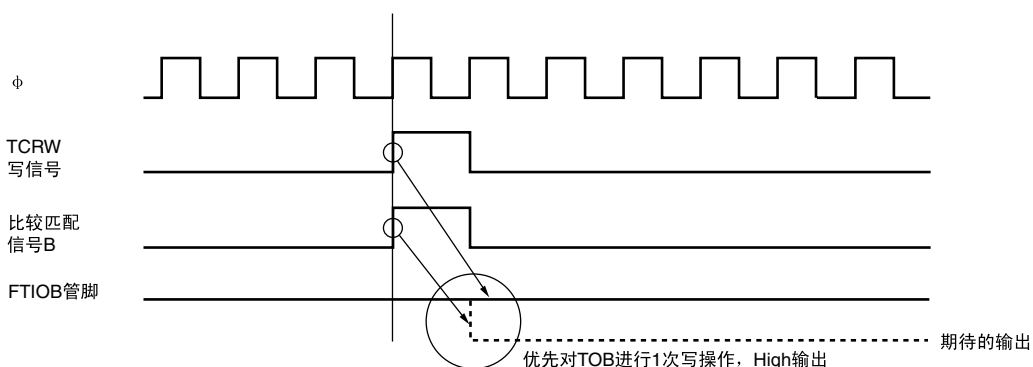

图 11.26 比较匹配和对 TCRW 的位操作指令发生竞争时的例子
5. TCRW的TOA~TOD位决定在最初发生比较匹配之前FTIO管脚的输出值。在发生一次比较匹配并通过比较匹配FTIOA~FTIOD输出发生变化时，FTIOA~FTIOD管脚的输出值和TOA~TOD位的读取值可能不一致。另外，在对TCRW的写操作和比较匹配A~D的发生出现竞争时，写操作优先，并且比较匹配的输出变化不被反映在FTIOA~FTIOD管脚。因此，如果使用位操作指令对TCRW进行写操作，FTIOA~FTIOD管脚的输出值就可能出现意外的结果。如果在比较匹配运行中对TCRW进行写操作，就必须在存取TCRW前将计数器暂停后读取端口8的状态，在将FTIOA~FTIOD的输出值反映到TOA~TOD后进行写操作，然后再启动计数器。比较匹配和对TCRW的位操作指令发生竞争时的例子如图11.26所示。